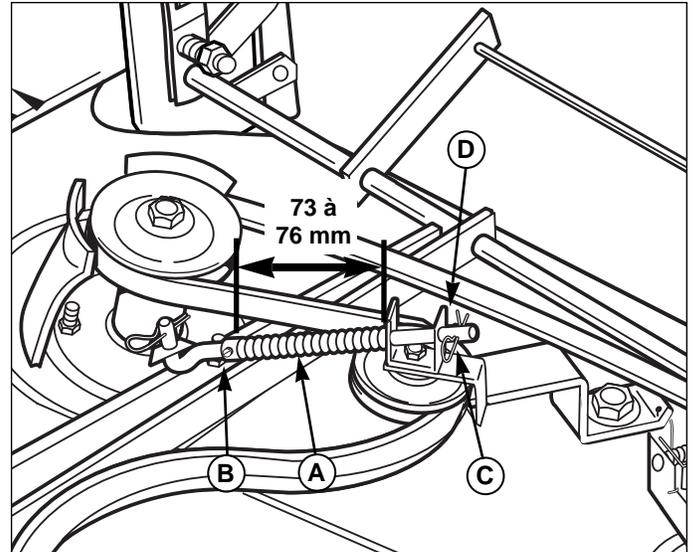

Figure 32a. Réglage de l'embrayage de PDF – Modèles de 97 cm
2. Desserrer le collier réglable (B, Figure 32a).
3. Tirer la tringle d'embrayage jusqu'à ce que la goupille fendue (C) et la rondelle touchent le support en U (D). Faire glisser le collier réglable (B) vers l'avant pour éliminer tout jeu de la tringle et du ressort. Le collier doit toucher le ressort sans le comprimer.
4. Serrer le collier réglable (B). Remarque : la vis d'arrêt doit faire face à l'arrière de la machine.
6. Mesurer la longueur du ressort comprimé (A). Le ressort comprimé doit mesurer de 73 à 76 mm.